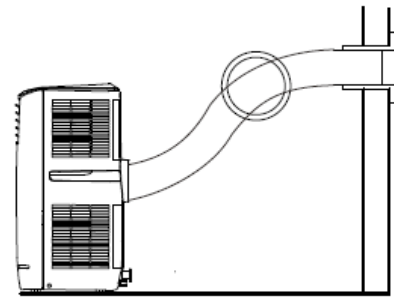

FIG.11
- Vermijd knikken en bochten in de uitlaatslang, omdat hierdoor uitgedreven vochtige lucht wordt opgebouwd, waardoor de unit oververhit raakt en wordt uitgeschakeld. (Fig. 11& 12 tonen de juiste positie)